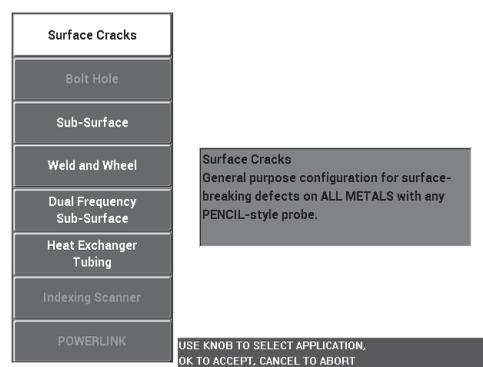

Figura 5-73 L'applicazione Cricche superficiali
2. Premere una volta il tasto di menu ADV SETUP () ed in seguito selezionare **SELEZ.APP.** (selezione applicazione) [tasto A] per aprire il menu di selezione dell'applicazione. Selezionare **Cricche superficiali** con la manopola ed in seguito premere ✓ per confermare (vedere Figura 5-73 a pagina 192).